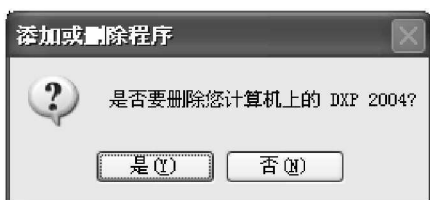

图 1-9 删除 DXP 2004 的确认对话框
(2) 单击“删除”按钮，出现如图 1-9 所示的确认对话框，点击“是”，即可卸载 Protel DXP。